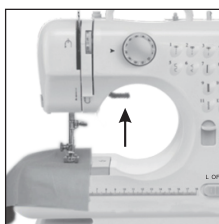

Рис. 7
1. Поверните колесо на боку швейной машины против часовой стрелки, чтобы поднять иглу в крайнее верхнее положение. Поднимите прижимную лапку и поместите ткань, которую вы хотите шить, под лапку (рис.7).